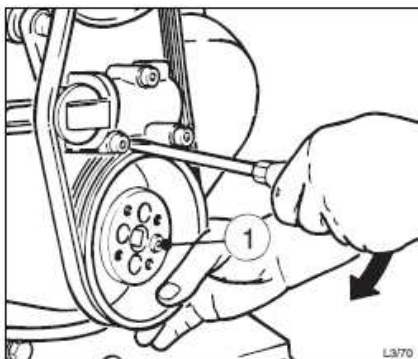

Abb. 56 – Zentrierung Riemenscheiben
- Die restlichen zylindrischen Schrauben „1“ (abb. 56) einschrauben und nachziehen.